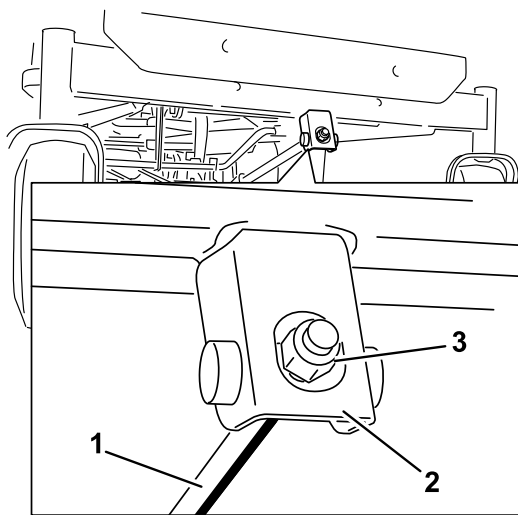

Figure 66
6. Pour régler l'inclinaison avant/arrière des lames, tournez l'écrou de réglage à l'avant du plateau de coupe (Figure 66).